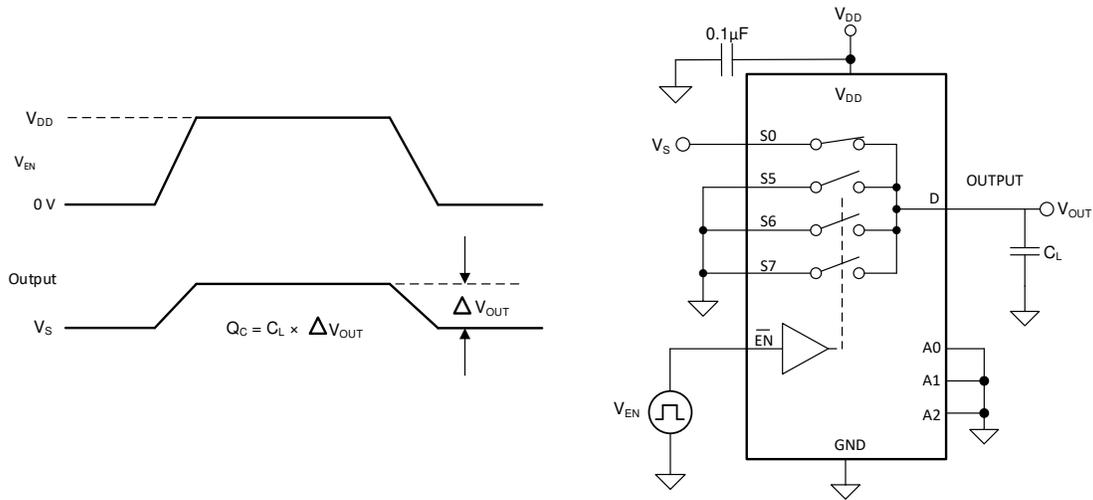

図 7-7. 電荷注入測定時の設定
TMUX1308A-Q1 デバイスと TMUX1309A-Q1 デバイスは、伝送ゲートトポロジを採用しています。NMOS トランジスタと PMOS トランジスタの間で容量の不一致がある場合、ゲート信号の立ち下がりエッジまたは立ち上がりエッジにおいて、ドレインまたはソースに電荷が注入されます。デバイスのソースまたはドレインに注入される電荷の量を電荷注入と呼び、 Q_C という記号で表します。図 7-7 に、ソース (S_x) からドレイン (D) に向けた電荷注入の測定に使用する構成を示します。